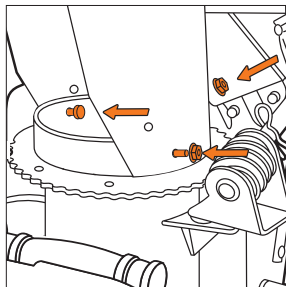

Рис. 14.2
- На снегоборщиках образца 2021-2022 закрепите желоб тремя болтами (Рис. 14.2).